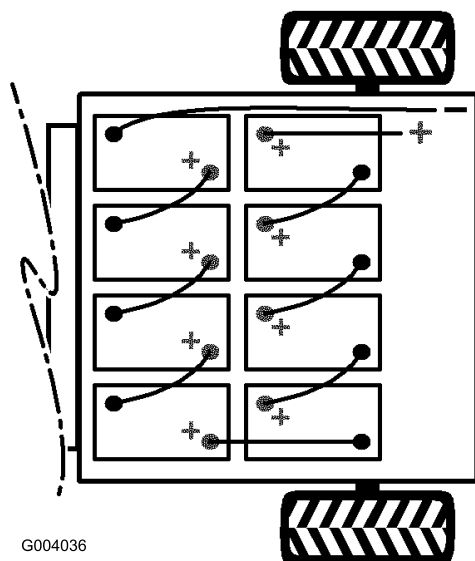

Figura 11
4. Instale as baterias (gravura Figura 11).
**Nota:** Preste atenção à polaridade das baterias quando trocar de baterias (Figura 11).
6. Ligue as baterias umas às outras com os cabos próprios (gravura Figura 11). As pontas dos cabos de ligação não podem tocar em arestas vivas.
7. Aperte o parafuso e fixe o outro lado do dispositivo de bloqueio com um parafuso novo (5/16 x 3/4 polegada) e porca flangeada (5/16 polegada) (Figura 11).
8. Ligue o fio positivo comprido e vermelho das baterias ao veículo (Figura 11).
9. Ligue o fio negativo comprido e preto das baterias ao veículo (Figura 11).